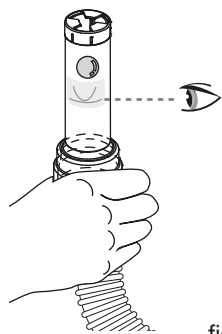

fig.6
- Mantenere l'indicatore del flusso d'aria allineato verticalmente al livello degli occhi per una lettura accurata. Attendere 3-5 minuti fino a quando la sfera non si stabilizza. Controllare se la sfera si trova in corrispondenza o al di sopra del contrassegno sull'indicatore del flusso d'aria (vedere fig. 6)